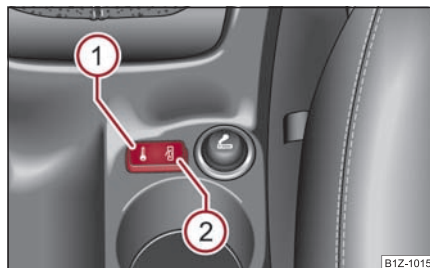

Fig. 42 Consola centrală: Tastele închiderii centralizate
- Apăsați tasta ① ⇒ fig. 42. Simbolul Ț din tastă se aprinde.
- Apăsați tasta ② ⇒ fig. 42. Simbolul Ț din tastă se stinge.